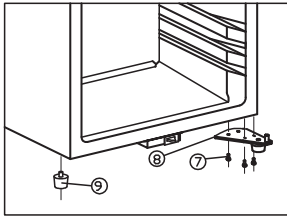

Abb. 7.3
- Entferne den langen Gehäusefuß auf der linken Seite und montiere ihn rechts. Abb. 7.3